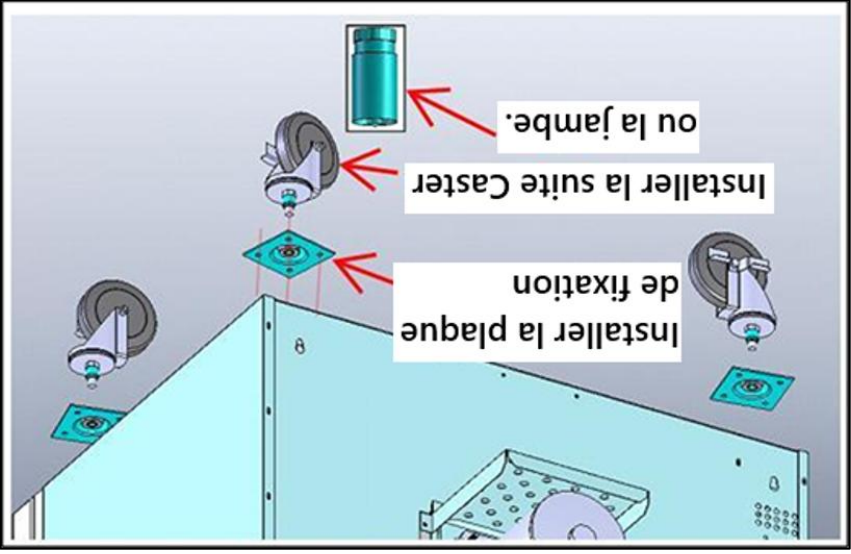

Fig.3
- Lors de l'empilage, remplacez les pieds longs par des pieds de 6 pouces ou des roulettes, tel qu'illustré à la Fig. 3.